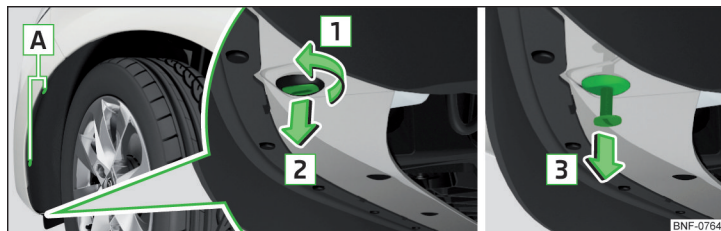

Fig. 176 Retirar o revestimento das cavas das rodas
- Use a chave de fenda da ferramenta de bordo para desaparafusar os parafusos [A] » Fig. 176 para fora do revestimento do alojamento da roda.
- Introduzir o rebite de expansão equipado com a ranhura no sentido contrário ao da seta [2] e girar em 90 graus no sentido contrário ao da seta [1] » Fig. 176.